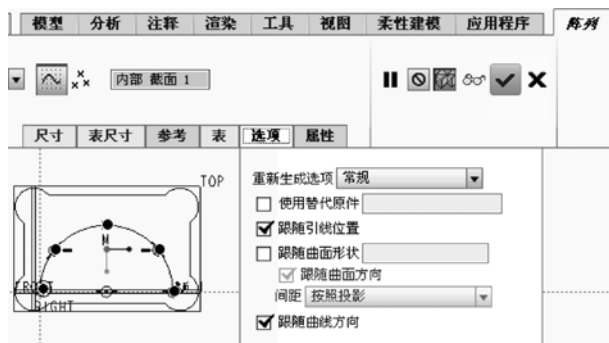

图 5-68 设置点阵列的相关选项
- 7 在“阵列”选项卡的“选项”面板中设置如图 5-68 所示的选项，其中要确保选中“跟随曲线方向”复选框。